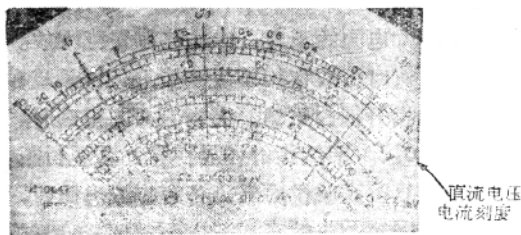

图 5
(1) 先将中间旋钮直流测量 \ominus 符号下的A字对准符号 \odot ;
(2) 旋转左面旋钮，选择所需要的测量范围;
(3) 将测试笔插入+及A插孔内。然后看好正负，将万能表串接在电路中，接通电路，就可读得直流数字(图5)。